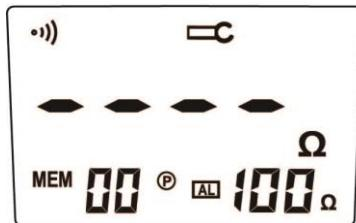
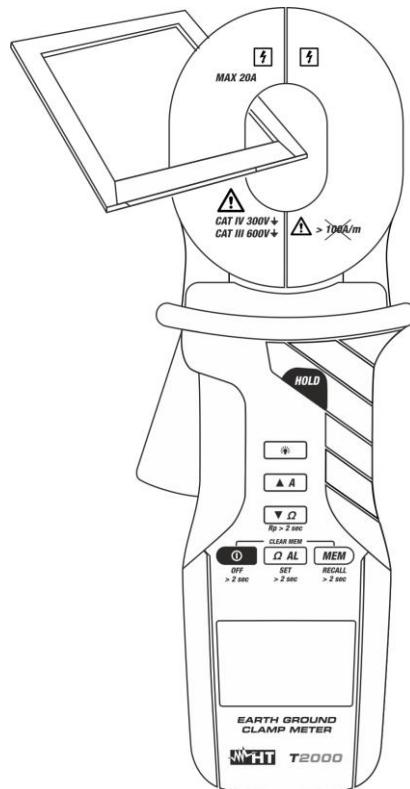

Fig. 7
Fig. 8: Misura di Resistenza dell'anello di prova
- Aprire delicatamente il toroide (a display verrà mostrata la videata di Fig. 7) e inserire uno degli anelli di prova in dotazione (vedere la Fig. 8).
- Aprire delicatamente il toroide (a display verrà mostrata la videata di Fig. 7) e inserire il dispersore in misura e leggere il risultato a display.